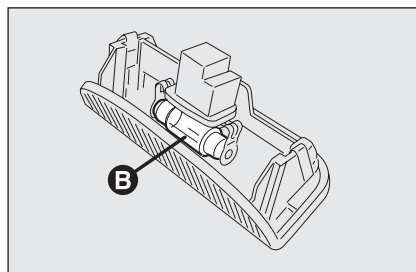

fig. 41
- sostituire la lampada **B-fig. 41** svincolandola dai contatti laterali accertandosi che la nuova lampada risulti correttamente bloccata tra i contatti stessi;